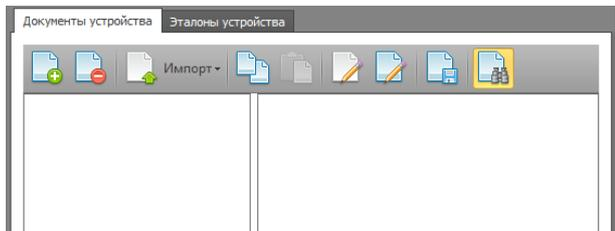

Рисунок 43
- -Информационный блок (Рис. 43)